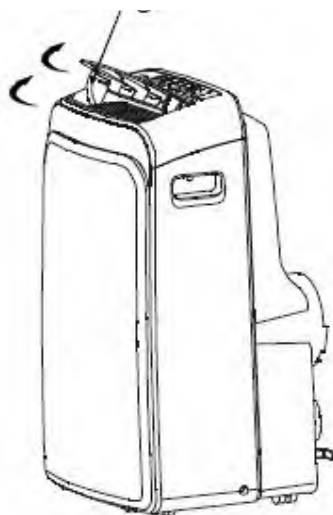

Fig.4
- **Ajuste la dirección del flujo de aire de forma automática (Fig.4):**